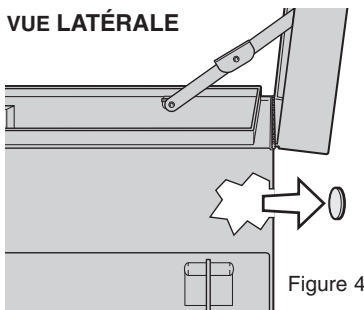

Figure 4
2. À l'aide d'un tournevis et d'un marteau, retirez avec soin l'« entrée enfonçable » de l'intérieur de la boîte pour que l'anneau de métal tombe à l'extérieur de la boîte (figure 4).